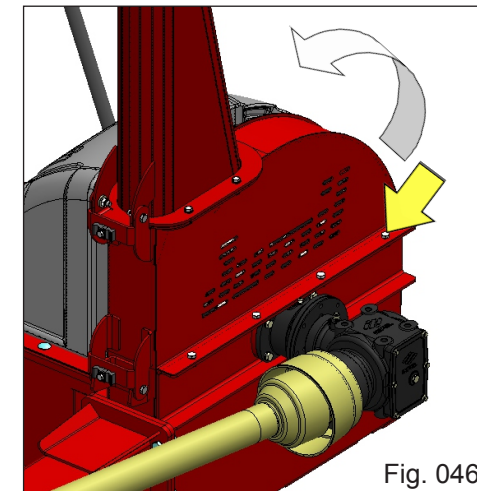

Fig. 046
- Retire os parafusos de fixação do Tubo de descarga (Fig. 046);
- Quite los tornillos de la Boquilla; (Fig. 046)
- Remove the screws of the Spout (Fig. 046);